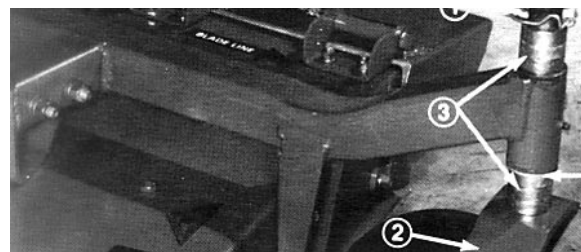

Fig. 2
JUSTERING AV KLIPPEHØYDE (Fig. 2–3)
2. Klem bak på ståltråden og drei tråden på akselstiften. Trekk stiften ut av hjulspindelen. Skyv avstandsstykker på hjulspindelen for å få ønsket klippehøyde (fig. 2 og 3). Skyv så skiven på spindelen.
3. Skyv hjulspindelen gjennom hjularmen. Før de andre avstandsstykkene på spindelen (fig. 2 og 3) og sett på akselstiften for å feste det hele.